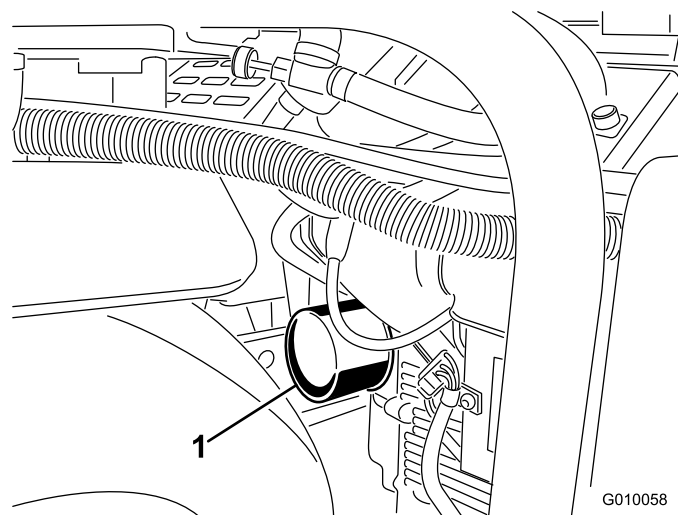
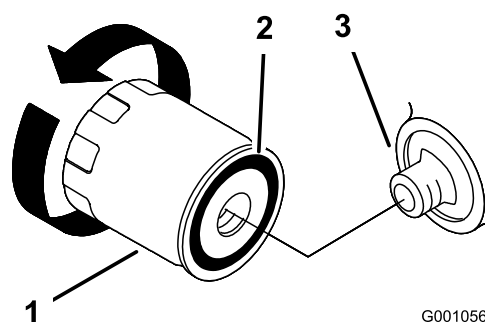

Bild 47
Bild 48
- Stellen Sie eine flache Auffangwanne oder legen Sie einen Lappen unter den Filter, um auslaufendes Öl aufzufangen (Bild 47).
- Entfernen Sie den Altfilter (Bild 47 und Bild 48) und wischen Sie die Dichtfläche am Anbaustutzen ab.